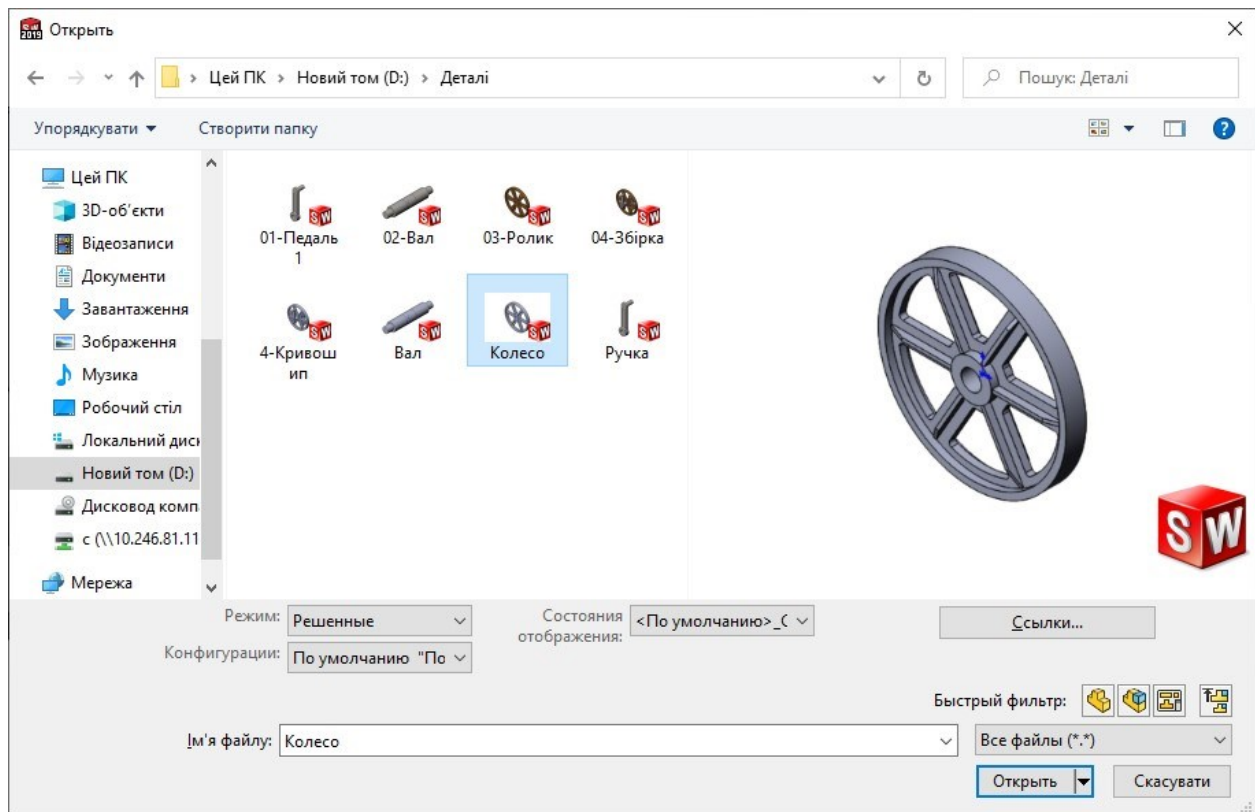

Рисунок 1.10 – Вікно відкриття існуючих документів
2. У діалоговому вікні Відкрити (рис.1.10) знайдіть документ деталі, креслення або зборки або файл з іншої програми.